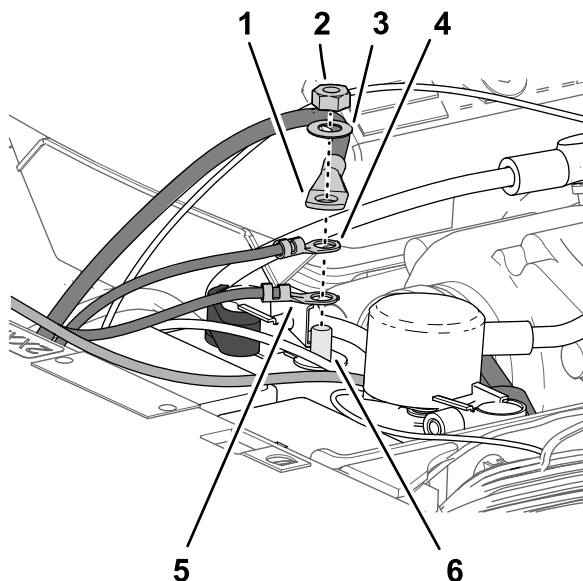

Figure 214
5. Assemblez les cosses des fils et câbles ci-après sur le tenon fileté de la borne négative de la batterie (Figure 214) dans l'ordre suivant :